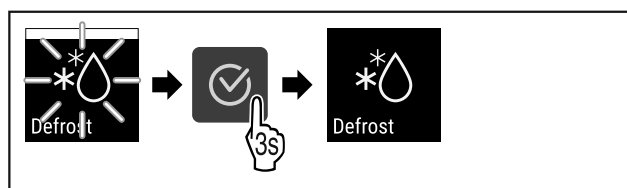

Fig. 97
- ▶ Stappen (zie Fig. 97) uitvoeren.